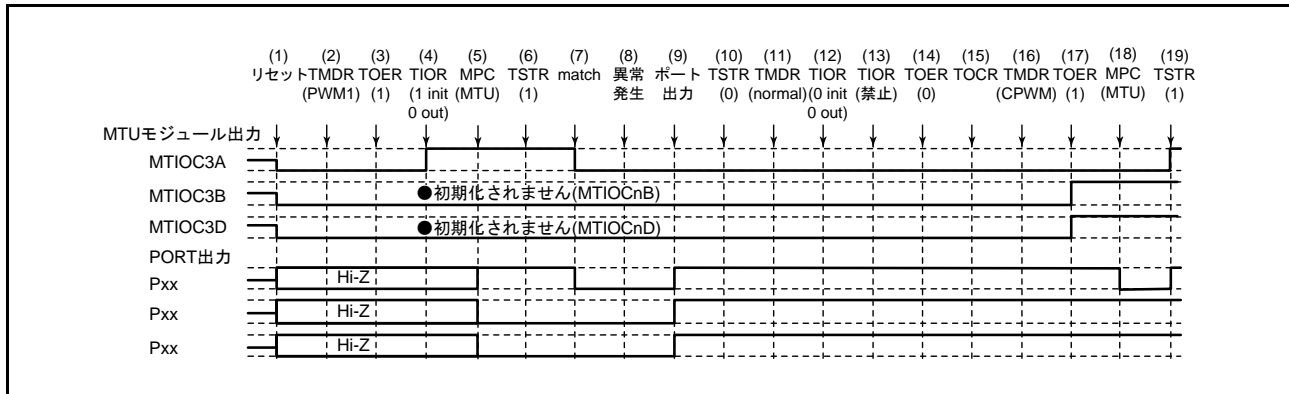

図 19.153 PWM モード 1 で異常が発生し、相補 PWM モードで復帰する場合
PWM モード 1 で異常が発生し、再設定後相補 PWM モードで再スタートする場合の説明図を図 19.153 に示します。
(1) ~ (14) は図 19.153 と共通です。
(15) TOCR1A、TOCR2A レジスタでリセット同期 PWM の出力レベルと周期出力の許可 / 禁止を選択してください。
(16) リセット同期 PWM を設定します。
(17) TOERA レジスタで MTU3、MTU4 の出力を許可してください。
(18) MPC と I/O ポートのポートモードレジスタ (PMR) で MTU 出力としてください。
(19) TSTRA レジスタで再スタートします。